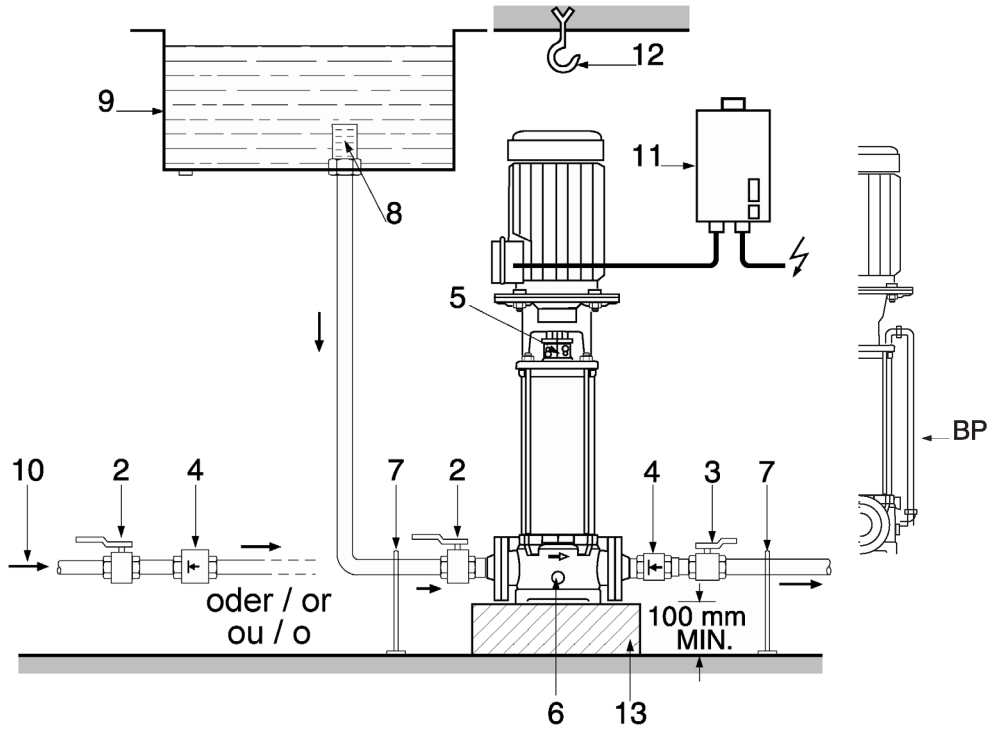

Fig. 3
Haupt- und Anschlußmaße (Tabelle 2, siehe auch Bild 3):
- Einbaumaße und Anschlußgrößen sind der Tabelle 2 im Absatz 1.2.1 und Bild 3 zu entnehmen.